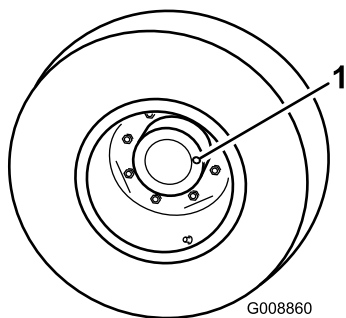

Figure 42
1. Garez la machine sur une surface plane et horizontale, tournez la roue de manière que le bouchon de contrôle/vidange (Figure 42) se trouve à la position 3 heures ou 9 heures.
2. Retirez le bouchon du train planétaire (Figure 42). L'huile doit atteindre la base de l'orifice du bouchon de contrôle à l'arrière du frein.